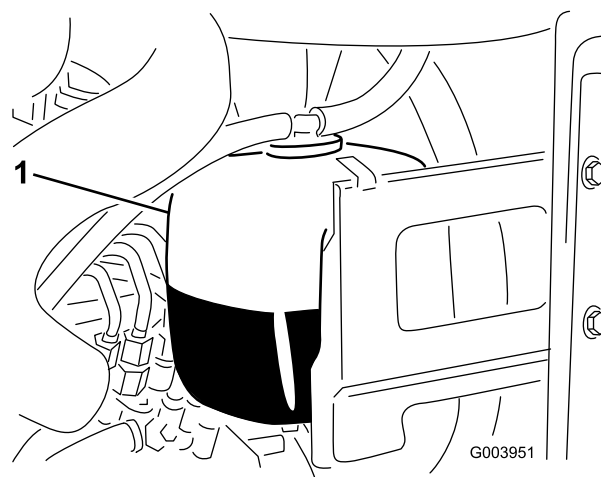

Figura 33
- Controllate il livello di refrigerante nel serbatoio di espansione (Figura 33).